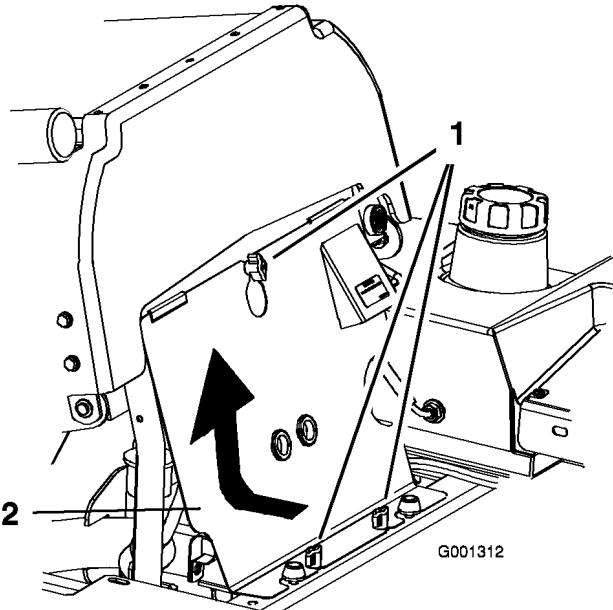

Figure 57
3. Desserrez les boutons avant du panneau de moteur, et retirez le panneau (Figure 57).